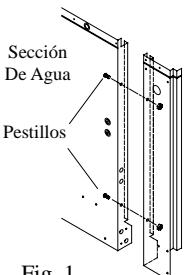

Fig. 1
**NOTA:** Para separar la sección de agua de la sección de la rueda, remueve los cuatro pestillos (los modelos ADA35 y ASA35 tiene 2) del lado de la sección de agua (fig. 1).